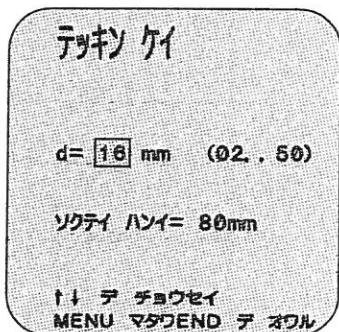

図5
7. 1. 鉄筋径の入力は、 テツキン ケイにカーソルを合わせSTARTキーを押してください。図5が表示されます。